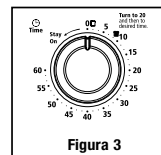

Figura 3
3. **Perilla de control de tiempo con campanilla indicadora** - Fija el tiempo de cocción hasta un máximo de 60 minutos. Apaga automáticamente el horno al finalizar el tiempo de cocción. (Ver la Figura 3)